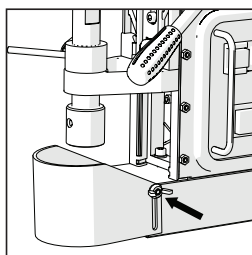

FIG. 2
- Instale el resguardo de seguridad y sujételo con los tornillos de fijación suministrados. (**Fig. 2**)